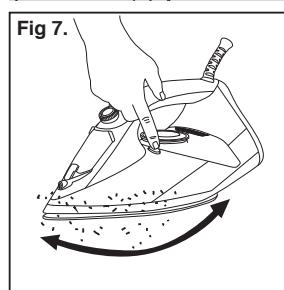

Fig 7.
- Soltar el botón de autolimpieza tras un minuto o cuando el depósito se vacíe. (Fig.7)